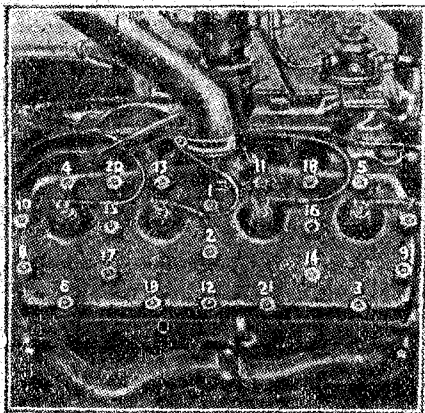

Рис. 16. Последовательность подтяжки гаек головки блока
3. Регулярно проверять и подтягивать все болтовые соединения шасси, особенно гайки головки блока. На рис. 16 показан порядок подтяжки гаек головки блока.